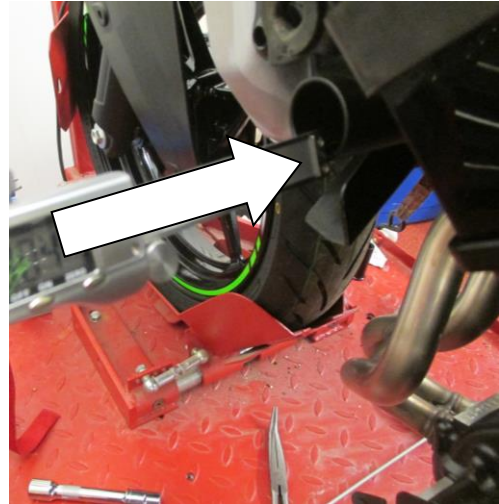

Abbildung 2
- Entfernen Sie die Motorschraube an der linken Seite, die in Abbildung 2 gekennzeichnet ist.